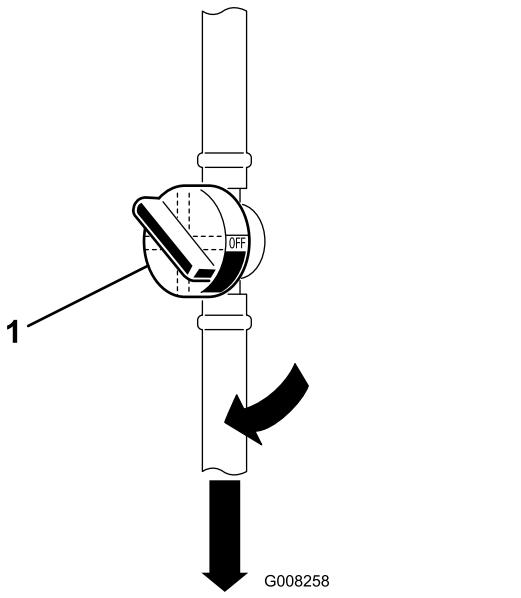

Figura 9
- Aprite la valvola di intercettazione del carburante situata tra il serbatoio del carburante e il motore (Figura 9).